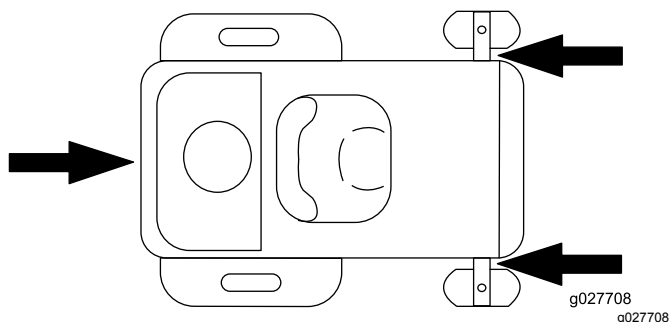

Figura 33
- Sujete la máquina firmemente al remolque o al camión con cadenas, correas, cables o cuerdas. Utilice únicamente los cuatro lugares designados de amarre en el cortacésped: dos a la izquierda y dos a la derecha (Figura 33). Utilice estos lugares incluso al transportar el cortacésped con